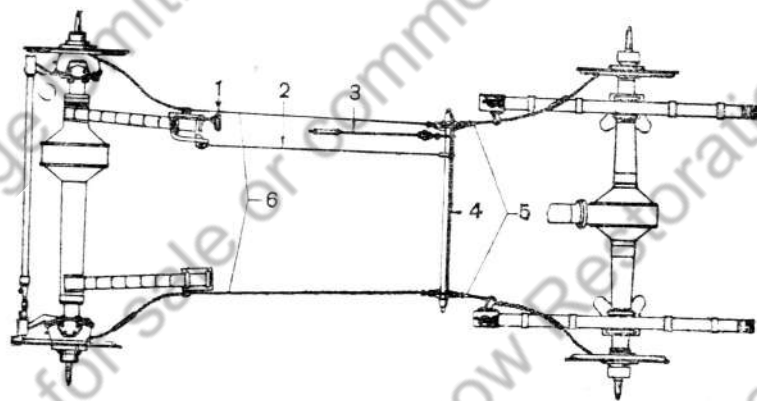
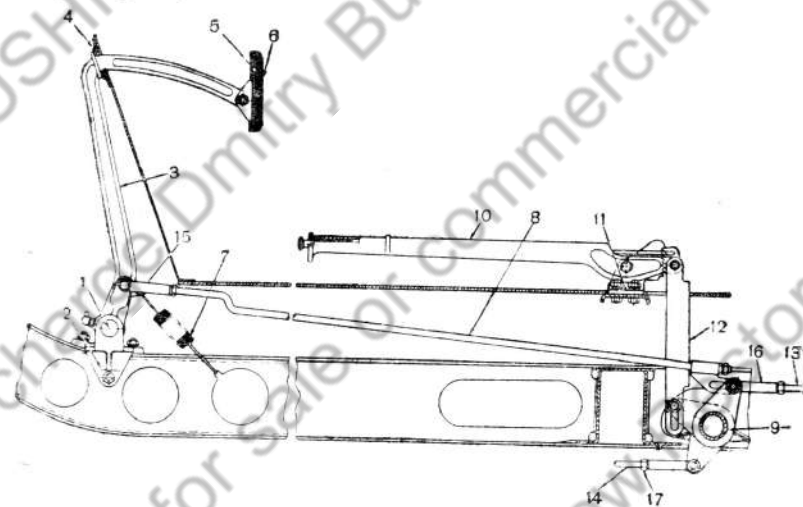

Рис. 39. Схема управления тормозами:
Рис. 40. Привод ножного и ручного тормозов:
Управление тормозами всех четырех колес осуществляется от ножной педали 1 (рис. 39) тормоза и от рычага 3 ручного тормоза. Педаль и рычаг ручного тормоза действуют на один и тот же поперечный вал 4, от которого усилия передаются тросами 5 и 6 к задним и передним колесам. Ось 1 (рис. 40) педали тормоза установлена в кронштейне 2 на правом лонжероне. В верхнем положении педаль 3 упирается в
3. Поставить рычаг 10 (рис. 40) ручного тормоза параллельно полу в крайнее положение (полностью отпустить).
4. Поставить поперечный вал в начальное положение до упора пальца рычага ручного тормоза поперечного вала в верхнюю часть прорези тяги ручного тормоза, как показано на рис. 40.